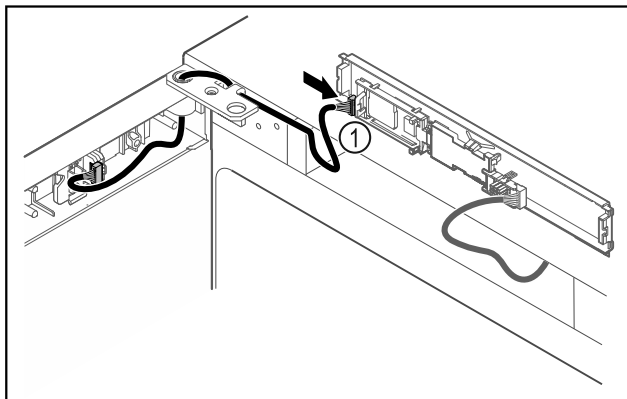

Fig. 47
- ▶ Συνδέστε το φινιρίσμα Fig. 47 (1) στην πλάκα.